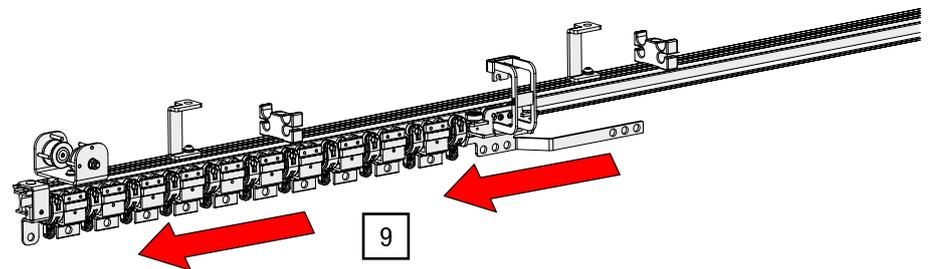

Abb. 107: Doppelt obenliegende Seilführung – Wagen zusammenschieben
- Schieben Sie die Zug- und Laufwagen bei einem zweiteiligen Vorhang maximal im Parkraum auf jeder Seite zusammen (siehe Abb. 107).